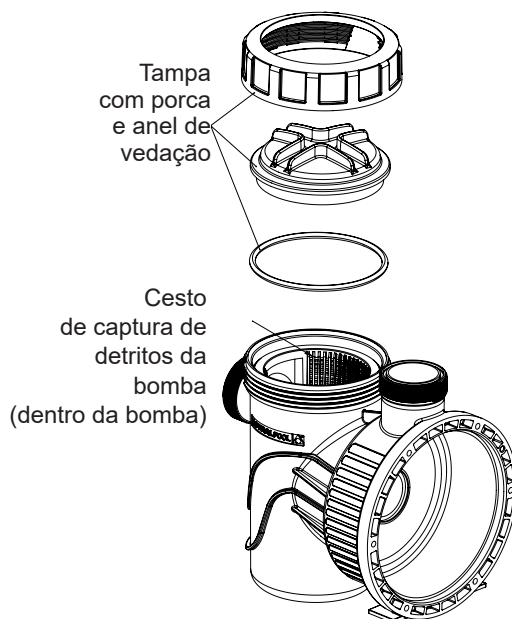

FIGURA 5 - VISTA DETALHADA POR COMPONENTES DO CONJUNTO DA TAMPA
- A secção de baixa tensão conta com duas portas de ligações NPT de 1/2" (com rosca) (ver Figura 5).